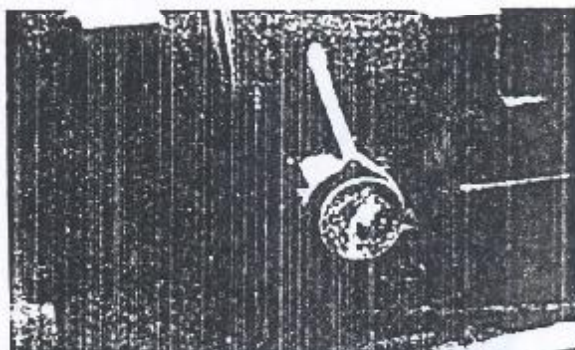

Figura 3.01.6 - Bujão do eixo do garfo da re
14. Remover o bujão de acesso ao eixo do garfo da re (Figura 3.01.6) com o auxílio da ferramenta G 3.01.03A, utilizada em conjunto com o martelo de impacto G 5.01.04A.
13. Instalar o bujão de acesso ao eixo do garfo da ré, uma vez conferido o posicionamento correto de todos os conjuntos (Figura 3.01.6).